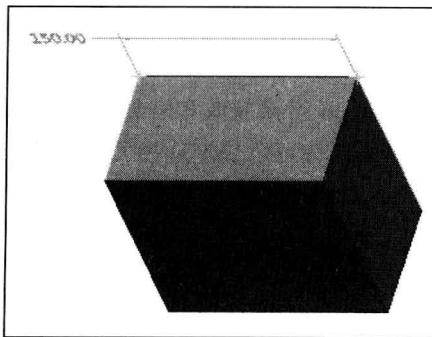

图 1-6
Step 03 按住“Shift”键对文本进行拖动，此时系统自动将尺寸线进行锁定，拖动鼠标只会移动文本内容，如图 1-6 所示。